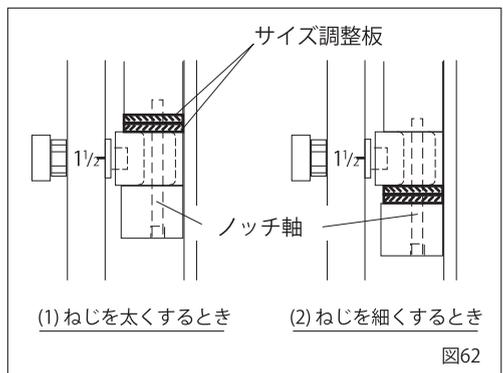

図62
- ①ノッチ軸をマイナスドライバーで緩めます。
- ②位置決めノッチを押さえながらノッチ軸を外します。
- ③位置決めノッチをその下にあるピンとバネが飛び出さないよう、注意しながら外します。
- ④ サイズ調整板を図62(1)(2)のどちらかを選び挿入してください。
- ⑤バネ及びピンを切上げブロックの所定の穴に入れ、位置決めノッチで押さえます。
- ⑥ノッチ軸を切上げブロックに通し、位置決めノッチ、サイズ調整板をセットします。
- ⑦マイナスドライバーでノッチ軸をしっかり締付けてください。
## ■ねじ長さの調整 (図62、63)